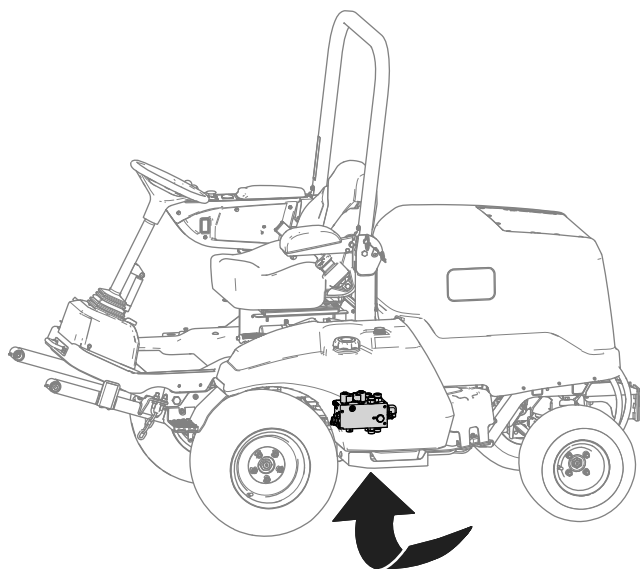

図 7
- A. 油圧マニホールドの下にオイルを受ける容器をおく 図 7 に示す。